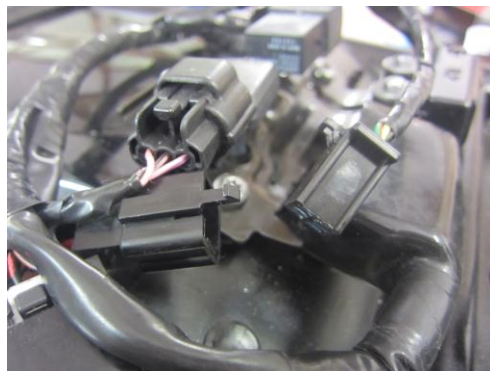

Abbildung 2
- Trennen Sie die Rücklicht / Blinker Verbindungen (Abbildung 2).